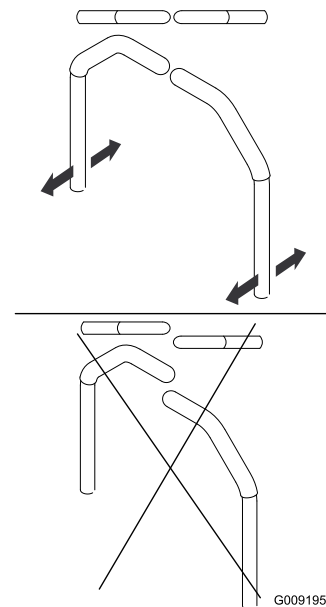

Figura 77
4. Allineate le leve latitudinalmente portandole assieme in folle e fatele scorrere finché non sono allineate, quindi serrate i bulloni (Figura 77).